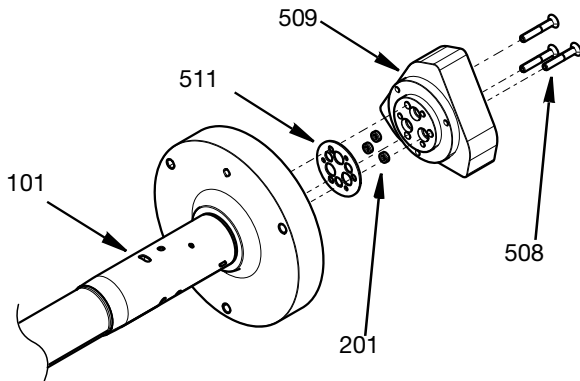

FIG. 27
7. Coloque las tres juntas de varillas restantes (201) en el alojamiento del cilindro de aire (509). Consulte el apartado **Kit de herramienta de inserción y extracción de juntas 25T489**, página 37 para poner juntas de varillas. Acople una junta nueva (511) y use tres tornillos M4 (508) para fijar el alojamiento del cilindro de aire al cuerpo
central (101). Apriete a un par de 3,3 N•m (29,2 lb-pulg.). Consulte la FIG. 27.